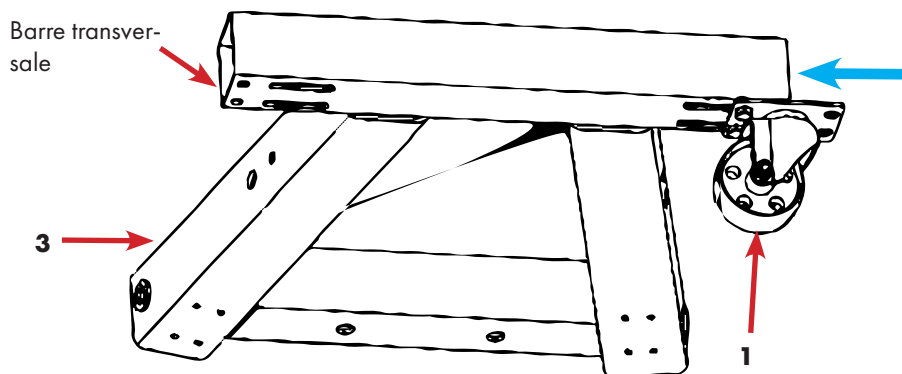

Fig.5
- Faites glisser les rouleaux dans une position où les trous des rouleaux sont alignés avec les trous du support π du, fig.5 page suivante.
- Serrer fermement les 4 écrous à la fois, Fig. 5.